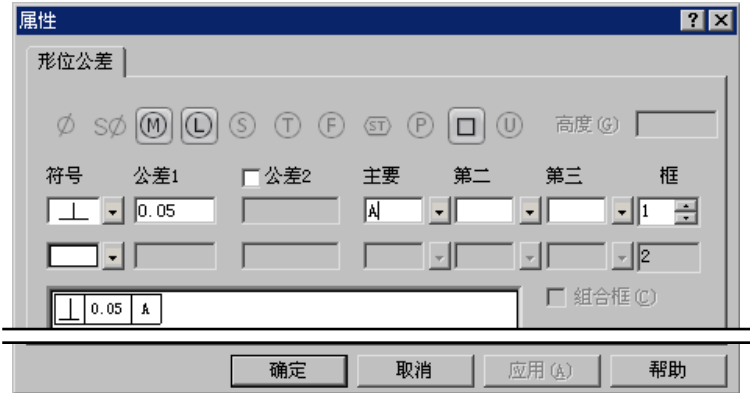

图 6.8.2 “属性”对话框
Step2. 选择命令。选择下拉菜单 **插入(I)** → **注解(A)** → **形位公差(T)...** 命令，系统弹出“形位公差”对话框和“属性”对话框（图 6.8.2）。
Step3. 定义形位公差（图 6.8.2）。在“属性”对话框中单击 **符号** 区域的 按钮，然后单击 按钮；在 **公差1** 文本框中输入公差值 0.05；在 **主要** 文本框中输入基准符号 A。